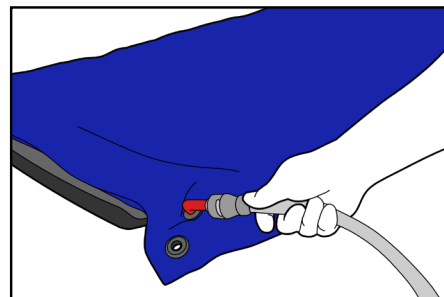

Fig. 7
1. Atașați furtunul de vid la supapă. Atunci când auziți un „clic”, veți ști cu siguranță că a avut loc o conectare adecvată, iar furtunul și supapa au fost fixate corespunzător (fig. 7).